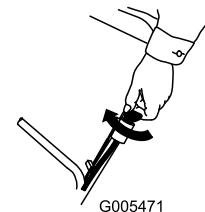
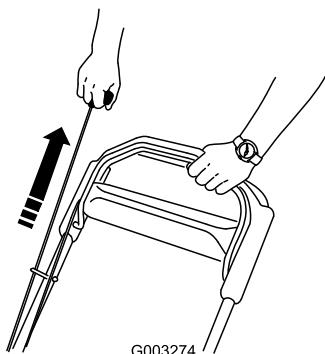

Figure 14
Figure 15
2. Tournez la clé de contact (modèles 20796 uniquement) (Figure 14) ou tirez la poignée du lanceur (Figure 15).